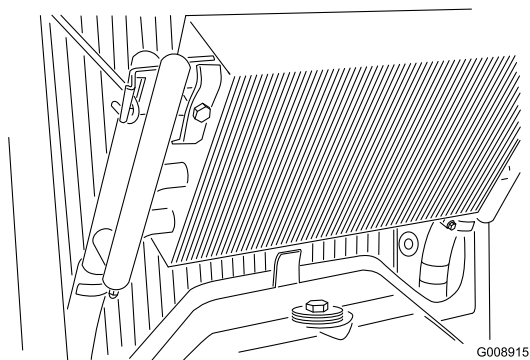

Figura 50
3. Destranque o refrigerador de óleo e articule a zona posterior (Figura 50). Limpe os dois lados do dispositivo de arrefecimento de óleo e a zona do radiador com água ou ar comprimido. Desloque o refrigerador do óleo para a posição inicial.